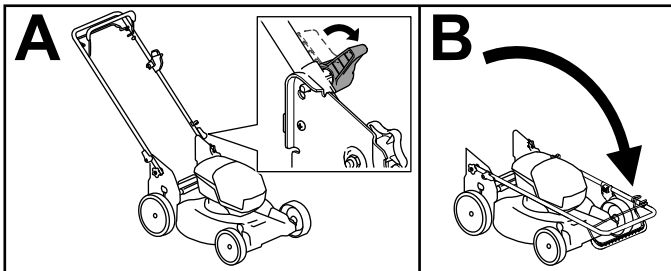

Bild 17
4. Lösen Sie die Holmarretierungen, bis Sie den oberen Holm ungehindert bewegen können (A in Bild 17).
5. Klappen Sie den Holm nach vorne in die ganz nach vorne geklappte Stellung (B in Bild 17).
6. Zum Ausklappen des Holms wiederholen Sie Schritt A unter Bild 17 und klappen Sie den Holm in die Betriebsposition.